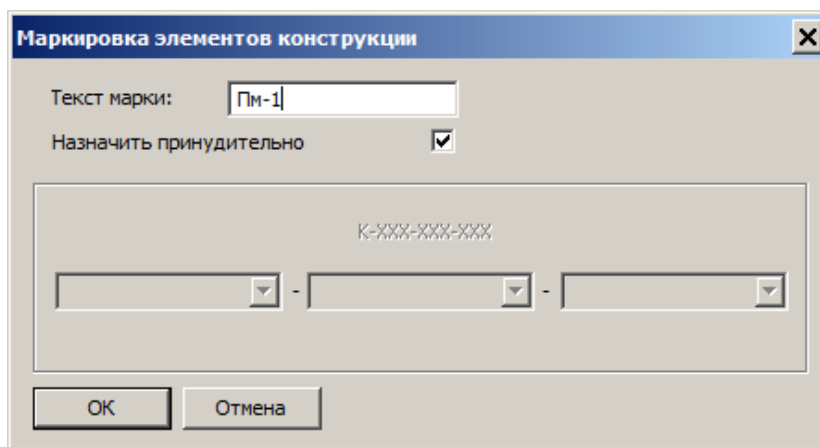

Рис.23.42. Диалоговое окно Маркировка элементов конструкции
- В открывшемся диалоговом окне **Маркировка элементов конструкции** (рис.23.42) согласитесь с предложенной маркой **Пм-1** щелчком по кнопке **ОК**.